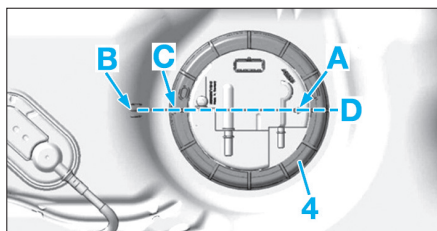

Fig. 26
- Remplacer impérativement le joint (7).
- Mettre l'ensemble de la pompe dans le réservoir en alignant en (A), à l'opposé du repère (B) (Fig.26).
- Reposer la bague (4) et serrer à l'aide de l'outil [2] jusqu'à ce que le repère (C) soit en alignement avec le repère (B).
- Vérifier l'alignement des repères (A, B et C) sur la ligne (D).